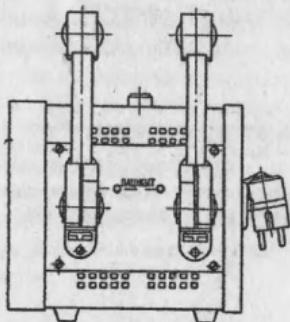

Рис. 3. Аппарат для УВЧ - терапии. Вид справа.
К правой боковой стенке корпуса (рис. 3) крепятся электрододержатели на угольниках и панка ПАЦИЕНТ с выходными гнездами для подключения проводов электродов или проводов индуктора.
8.3. Установите электрододержатели на правой боковой стенке электронного блока, закрепив их с помощью винтов (рис. 3).